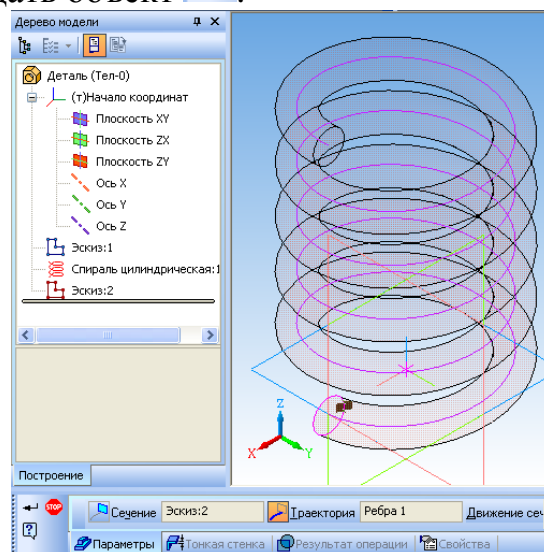

Рис. 6.
5. Выберите пункт меню *Операции – Операция – Кинематическая*. В *дереве построений* выберите пункт *Спираль цилиндрическая 1* (рис. 6) и нажмите кнопку *Создать объект* .